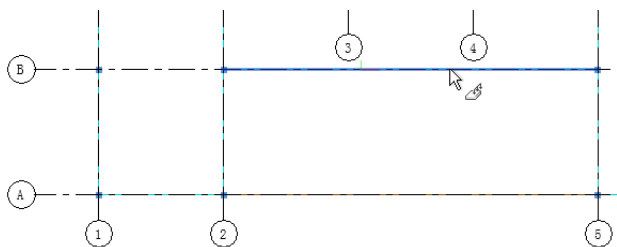
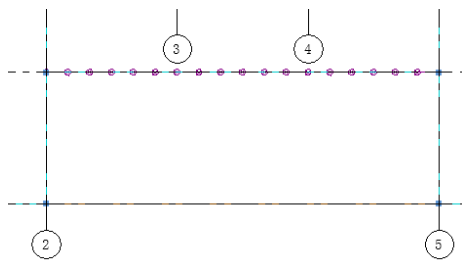

图 14-20 选择墙
图 14-21 放置线荷载
(1) 打开结构平面标高一分析视图或三维视图中。
(2) 单击“分析”选项卡“分析模型”面板中的“荷载”按钮, 打开“修改 | 放置荷载”选项卡。
(3) 单击“荷载”面板中的“主体线荷载”按钮, 在“属性”选项板中选择“荷载工况”, 并定义荷载值。
(4) 在模型中选择墙或楼板边缘, 如图 14-20 所示。放置基于主体的线荷载, 如图 14-21 所示。